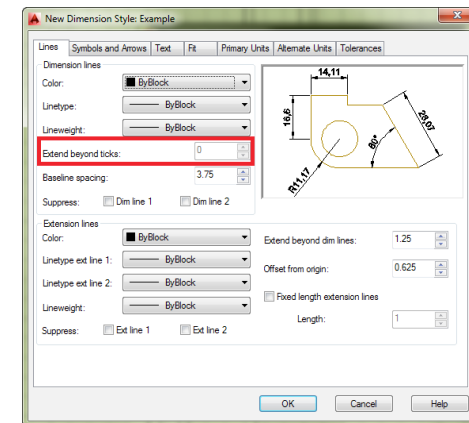

Рис. 89 Настройка удлинения размерных линий
- **Extend beyond ticks (Удлинение за размерные линии).** Этот параметр регулирует длину выступа размерной линии за засечки (Рис. 89).